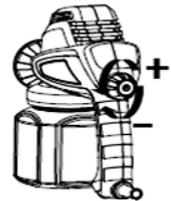

Рис.4
4. Нажмите выключатель краскопультa и вращайте регулирующую ручку (Рис.4) до тех пор, пока не получите требуемую интенсивность распыления и конус распыла не будет иметь желаемую ширину. Туман распыла должен быть однородным, мелкодисперсным, без капель.